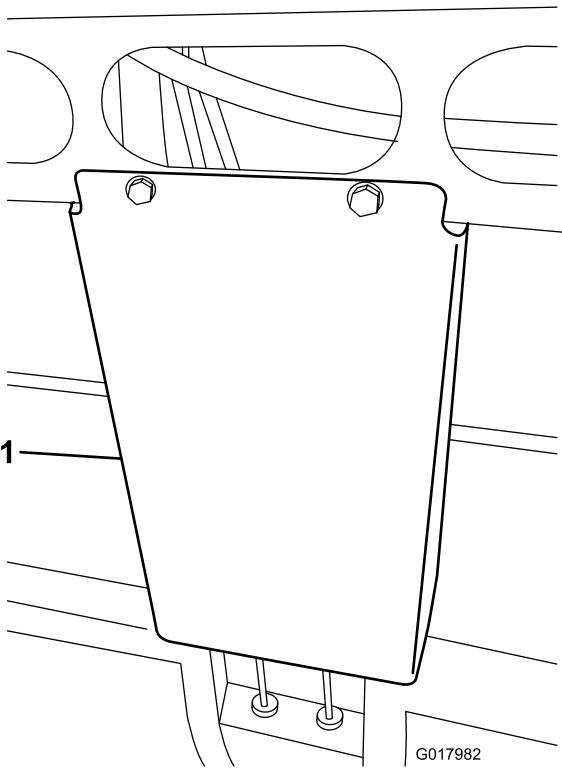

Figura 1
5. Retire el protector que cubre las mangueras hidráulicas, debajo de la parte central delantera del vehículo (Figura 1).